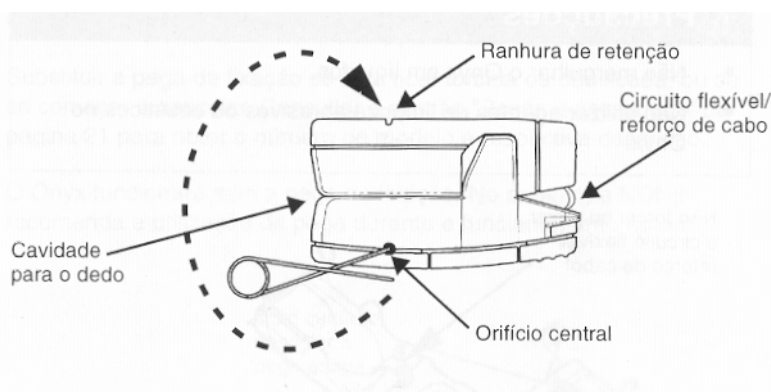

Figura 7. Substituir a mola.
1. Inserir as extremidades da nova mola nos orifícios centrais (Figura 7) em ambos os lados do Onyx 9500. Certificar-se que a mola está posicionada como indicado na ilustração.